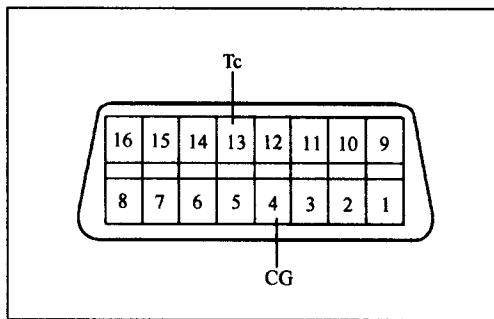
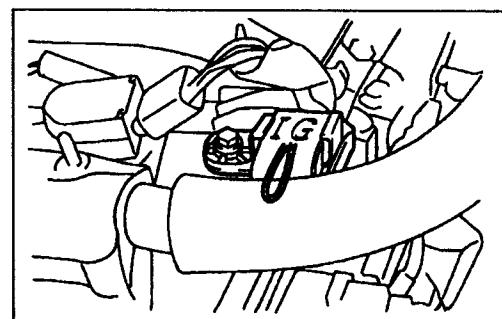

图 1-1
图 1-2
- (1) 发动机暖机。
- (2) 使用手持式检测器时: 连接手持式检测器至 DLC3 上, 检查点火正时, 点火正时:  $8^\circ \sim 12^\circ\text{BTDC}$ 。
- (3) 不使用手持式检测器时:
- ① 用维修短接线(SST 09843-18040)短接 DLC3 中的端子 13(Tc)和端子 4(CG), 如图 1-1 所示。注意: 确信连接正确, 否则会使发动机损坏; 关掉所有电器; 当冷动风扇电机停止运转后才做检查。
- ② 拆下 2 号发动机盖罩。
- ③ 如图 1-2 所示, 拉出线束, 接上正时灯。注意: 使用可以连接初级信号的正时灯, 检查完毕后, 固定好线束。